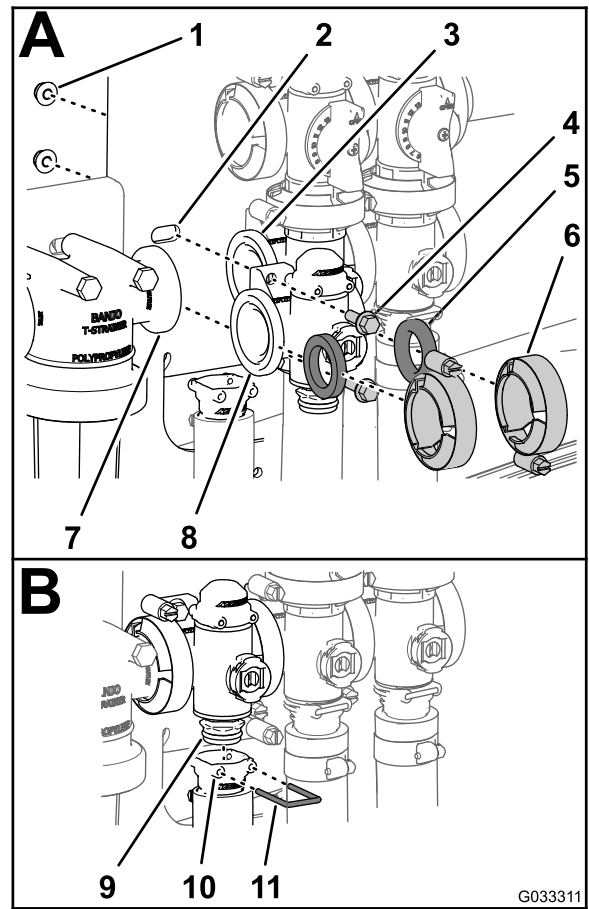

图75
1. 在喷洒率控制阀歧管凸缘与压力式滤头之间放一个垫片（图75 中的 A）。
2. 以手动夹紧夹具的方式，组装喷洒率控制阀歧管、垫片和压力式滤头（图75 中的 A）。
3. 在喷洒率控制阀凸缘与搅拌阀歧管之间放一个垫片（图75 中的 A）。
4. 以手动夹紧夹具的方式，组装喷洒率控制阀歧管、垫片和搅拌阀歧管（图75 中的 A）。
5. 使用在 拆下喷洒率控制歧管阀（页码 54）的第 3 步卸下的 2 个凸缘头螺栓和 2 个凸缘锁紧螺母（图75 中的 A）将喷洒率控制阀组装到阀安装座上，上紧螺母和螺栓扭矩至 1,017~1,243N·cm。
6. 将出口接头组装到歧管阀的下端盖接头上（图75 中的 B）。
7. 将卡环插入出口接头的插槽，从而将端盖接头固定至出口接头（图75 中的 B）。